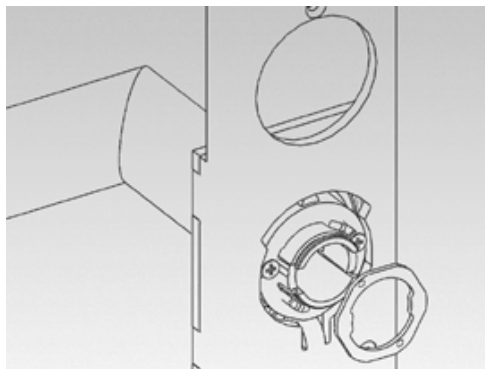

Abbildung 3:
7. Innenbeschlag (8) von der Tür entfernen.
9. Inlay (1) auf den Außendrücker (3) schieben. Dies kann je nach Drückervariante nicht mehr im montierten Zustand erfolgen.
10. Außendrücker (3) in gewünschter Richtung horizontal in den Außenbeschlag (4) einstecken, je nachdem ob es sich um eine DIN links oder DIN rechts Tür handelt.
11. Drückerverschluss (5) aufstecken (Abbildung 2 und Abbildung 3).